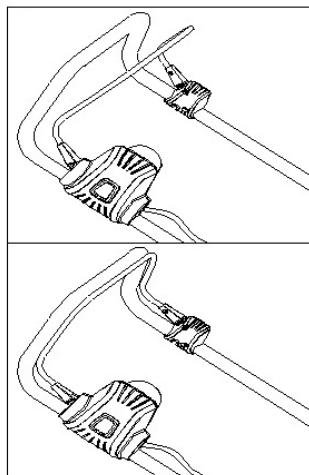

Рис. 13
- Нажмите и удерживайте предохранитель от случайного нажатия на рычаг, затем нажмите на рычаг, прижав его к рукоятке (рис.13)